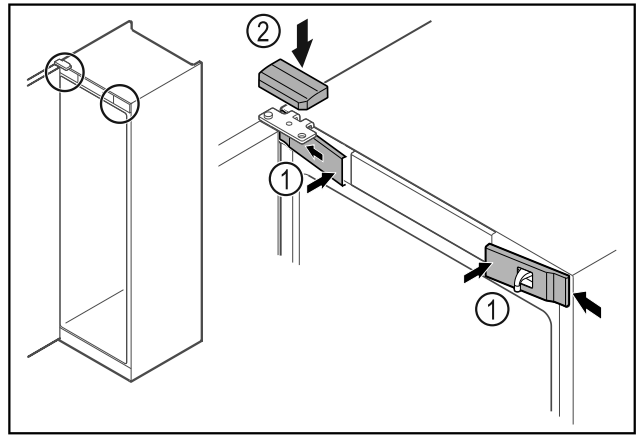

Fig. 46
- ▶ Передні кришки Fig. 46 (1) зачепити збоку та зафіксувати.
- ▶ Зафіксуйте верхню кришку Fig. 46 (2) зверху.